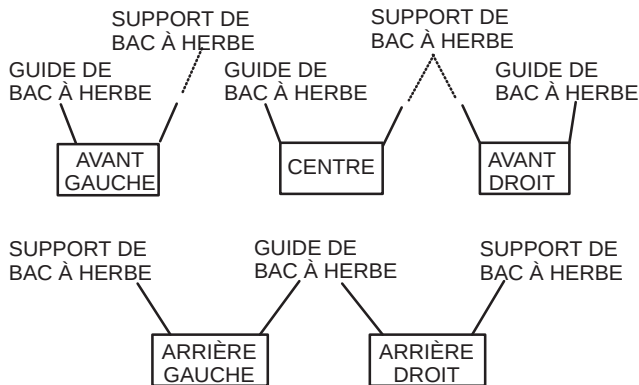
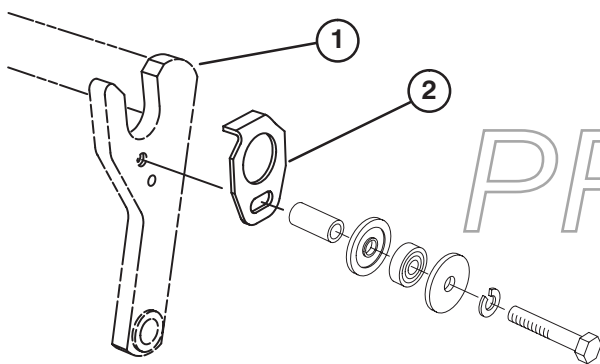
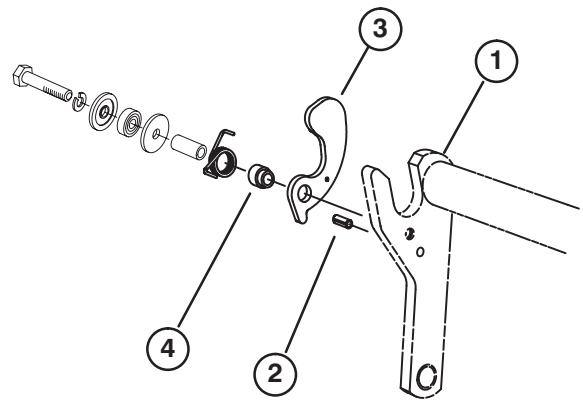

Figure 5
Figure 6
Figure 7
2. Si des bacs à herbe sont prévus, utilisez le tableau ci-dessous (Fig. 5) pour déterminer le point de montage des guides ou des supports des bacs sur les bâtis porteurs des plateaux de coupe. Si vous ne voulez pas monter de bacs à herbe, passez à l'étape 7.
3. Retirez les fixations qui assujettissent le kit de compensation à chaque extrémité du bâti porteur (Fig. 6 et 7) et utilisez-les pour monter les guides et les supports des bacs à herbe (plateau de coupe modèles 03506 et 03509 seulement).
4. Montez un guide de bac (Fig. 6) du côté approprié du bâti porteur de chaque plateau de coupe (voir Figure 7) au moyen d'une vis (5/16 x 1-3/4 pouce), d'une rondelle plate et d'une rondelle-frein ou des fixations retirées précédemment, comme indiqué à la Figure 6.
5. Placez une goupille cylindrique (Fig. 7) dans le trou du côté approprié du bâti porteur de chaque plateau de coupe (Fig. 5).
6. Du côté où la goupille cylindrique a été introduite dans le bâti porteur, montez un support avec une vis (5/16 x 1-3/4 pouce), une rondelle-frein, une rondelle plate, un ressort de torsion et un collier, ou avec les fixations retirées précédemment, comme indiqué à la Figure 7. Les ressorts de torsion sont différents sur les côtés gauche et droit des bâtis porteurs. Il y a 2 ressorts gauches et 3 ressorts droits. La partie la plus longue du ressort doit être positionnée en avant, comme indiqué à la Figure 8.